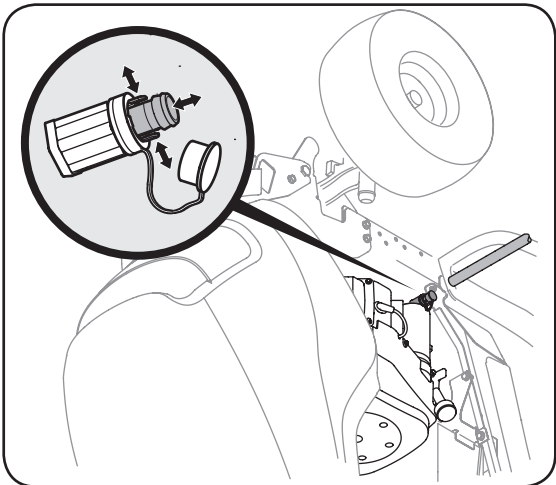

Figure 6-1
1. Soulevez le capuchon de protection à l'extrémité de la soupape de vidange de l'huile pour exposer l'orifice de vidange. Voir la Figure 6-1.
4. Pincez les languettes sur la soupape de vidange d'huile, puis tirez pour commencer à vider l'huile. Voir la Figure 6-1